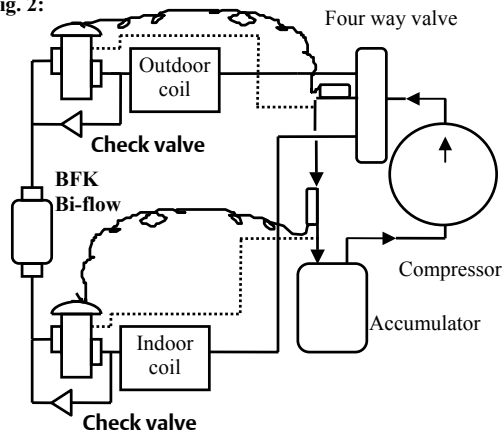

Fig. 1:
Es ist darauf zu achten, daß die maximalen Fühler-temperaturen gemäß Fig. 1 nicht überschritten werden. **Achtung:** Ventile mit Gasfüllung verfügen über eine MOP Funktion und arbeiten nur dann zuverlässig, wenn die Temperatur am Fühler unter der Temperatur des Oberteils oder der Kapillarrohre liegt (siehe Fig. 4). Wird das Oberteil kälter als der Fühler, tritt eine Fehlfunktion des Ventils auf (z.B. sehr niedriger, schwankender Druck oder sehr große Überhitzung). **Überhitzungseinstellung (Fig. 5, 6)**
De maximum bulb-temperatuur is begrenst tot de in Fig. 1 aangegeven waarden.
Raccords DN : voir Fig. 1
**Installation (Fig. 1, 2, 3, 4)**
3. Raccordement des tubes. Pour le brasage, envelopper le détendeur dans un chiffon mouillé pour éviter un excès de chauffe. **Diriger la flamme vers l'extérieur** (voir Fig.1 pour températures maxi.)